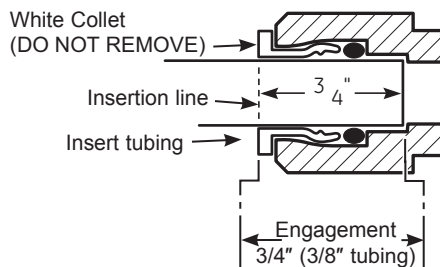

Fig. 9
4. Empuje la tubería firmemente hacia cada conexión en el recolector hasta que la tubería esté nivelado con el collar. (Si se retira la tubería, vuelva a cortar el extremo, mida, marque y vuelva a insertar). La tubería debe estar firmemente insertada para evitar fugas (Fig. 9). (Para retirar la tubería: Libere y sostenga la boquilla blanca; hale la tubería hacia fuera para retirar.)